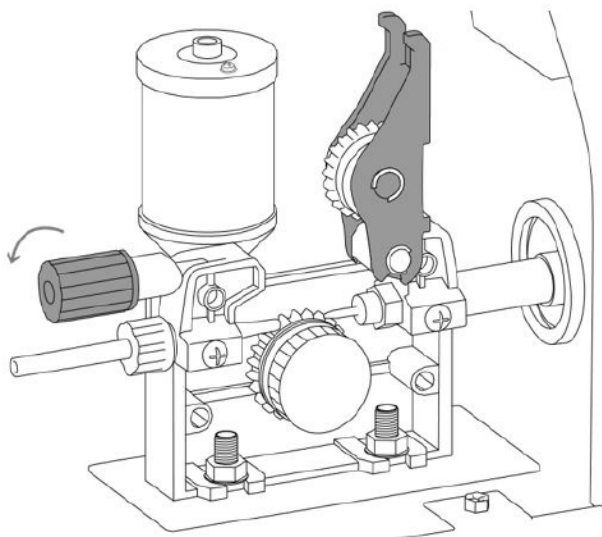

Рис. 8.5.1. Открытие механизма подачи проволоки.
1. Откройте механизм подачи проволоки. Потяните на себя механизм прижима, потяните вверх прижимной ролик (См. рис. 8.5.1).